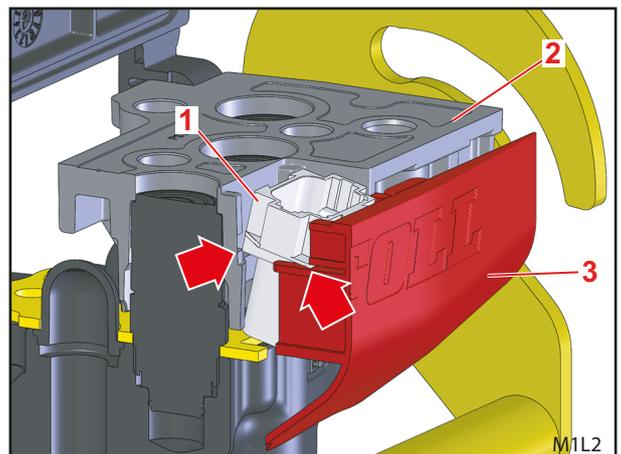

Fig. 14 Montare la parte inferiore Hydro-Fix – connettore a spina elettrico e copertura
- (6) Spingere la parte inferiore Hydro-Fix sulla valvola (non fino in basso).
- (7) Posizionare il connettore a spina elettrico leggermente obliquo, di modo che unendo il coperchio e la parte superiore Hydro-Fix scorra nelle guide e sugli appoggi (v. frecce in Fig. 14).
- (8) Applicare completamente la copertura e premere al contempo la parte inferiore Hydro-Fix verso il basso.
- (9) Fissare la parte inferiore Hydro-Fix con 5 viti M8x45.